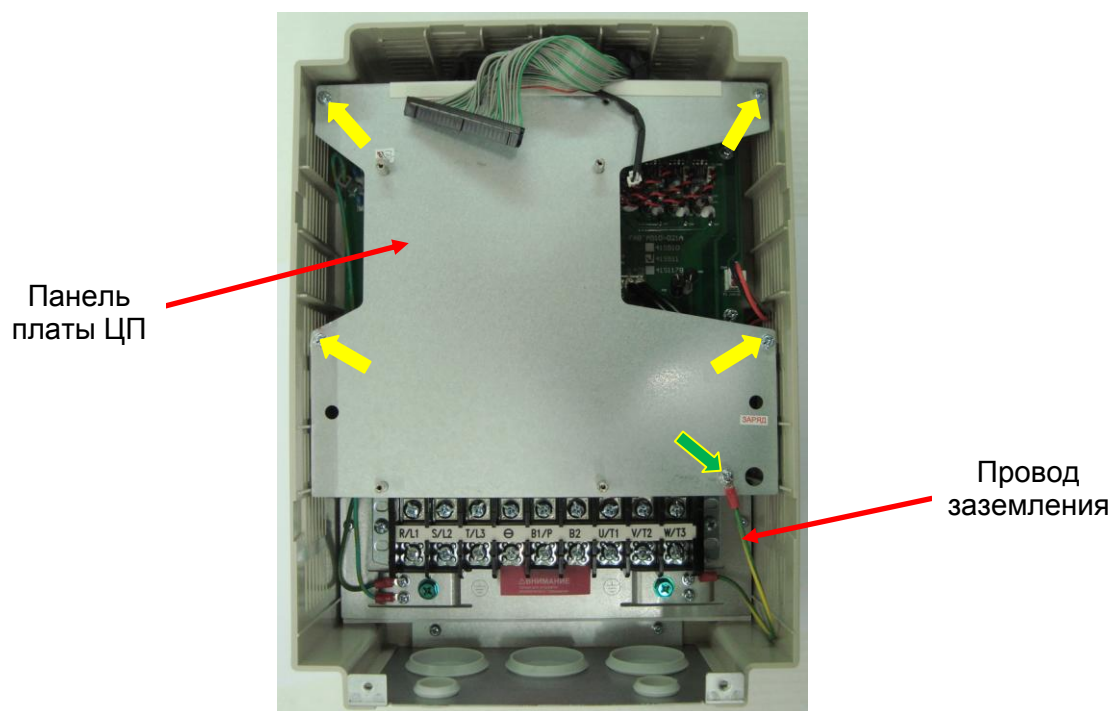

Рис. 7.12
7.5.12. Установить панель платы ЦП и закрепить ее четырьмя винтами (желтые стрелки, рис. 7.12).
7.5.13. Закрепить провод заземления винтом (зеленая стрелка, рис. 7.12).